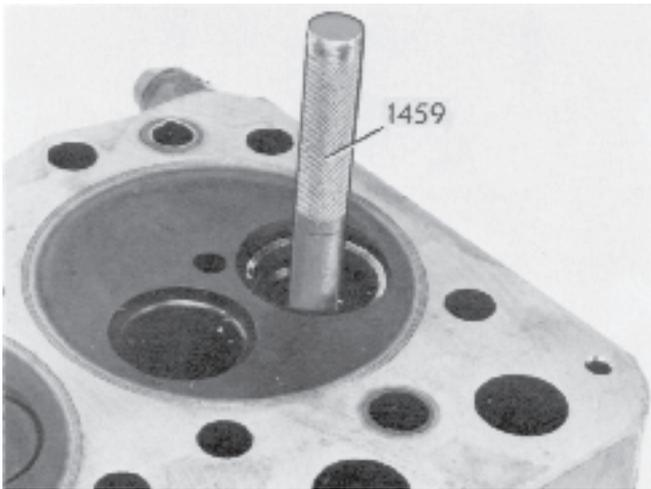

Fig. 73. Démontage de guide de soupape, série 60
1. Extraire les anciens guides en se servant de l'outil 1459 pour la série 60 (figure 73), et 1084 pour la série 70.